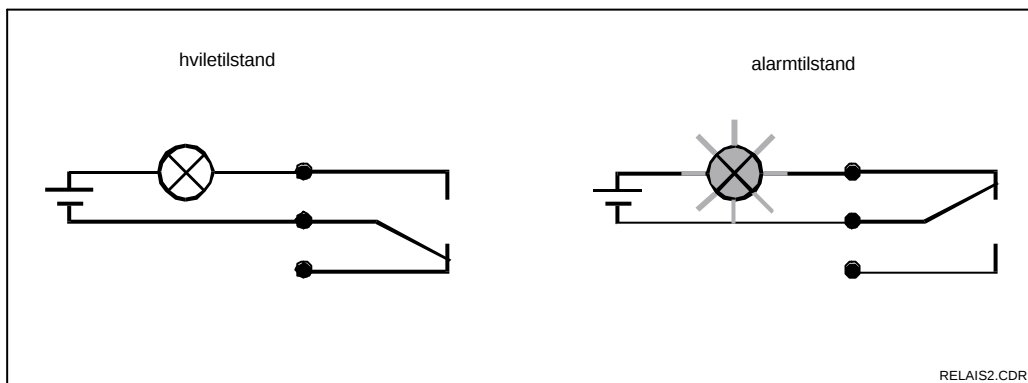

Fig. 5.3 Anbefalet fail-safe kreds for en alarm kontakt
- SETUP 1 (A) se kap. 5.2.1, p. 25
- SETUP 2 (B) se kap. 5.2.2, p. 26
- STRØMUDGANG (O) se kap. 5.3, p. 27
- ALARM (F) se kap. Fig. 5.3, p. 24
- CHECK (P) se kap. 5.4.2, p. 31
- RELÆER (R) se kap. 5.5, p. 33
- SERVICE (S) se kap. 5.6, p. 45
- E+H-Service (E) se kap. 5.7, p. 46
- INTERFACE (I) se kap. 5.8, p. 47